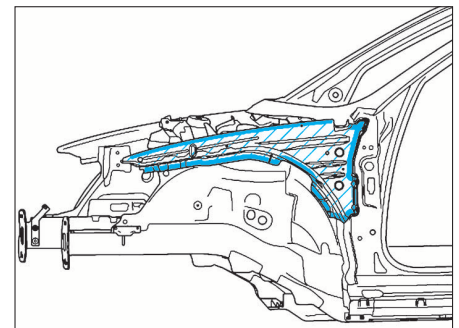

FIG. 6
- Détacher l'assemblage d'origine (Fig.6).